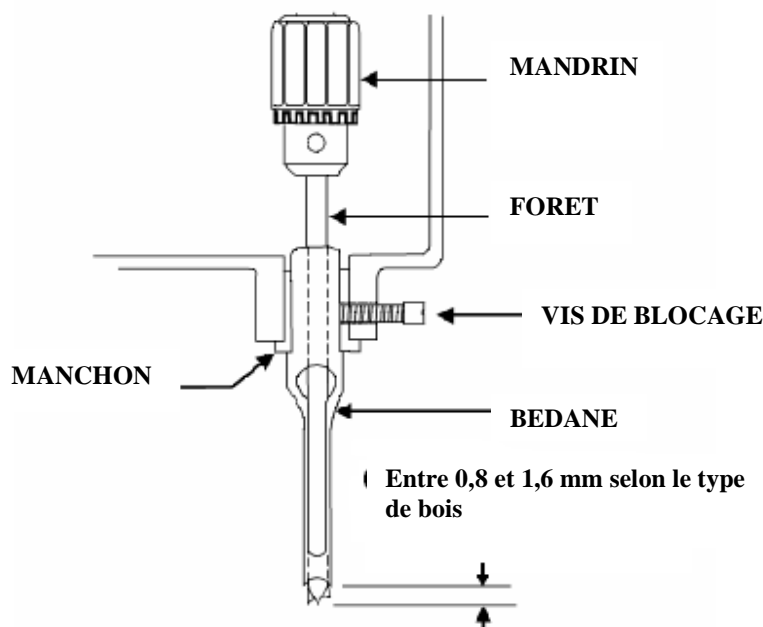

FIGURE 2
1. Desserrez la vis de blocage illustrée à la figure 2.